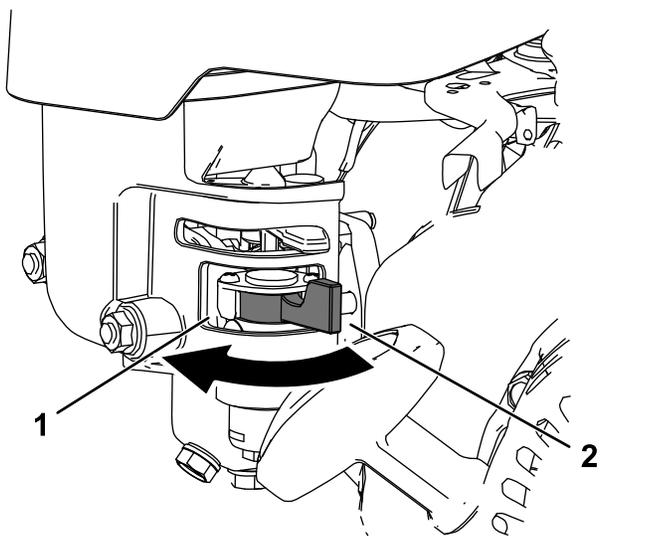

Figure 22
- Pour ouvrir le robinet d'arrivée de carburant, tournez le levier du robinet d'arrivée de carburant vers la poignée du lanceur (Figure 22).
- Pour fermer le robinet d'arrivée de carburant, tournez le levier du robinet d'arrivée de carburant dans la direction opposée à la poignée du lanceur (Figure 22).